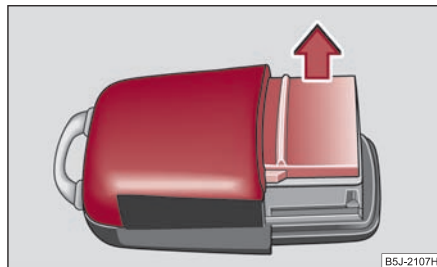

Fig. 34 Capacul carcasei emițătorului
- Scoateți capacul carcasei emițătorului ⇒ fig. 34 în sensul săgeții.